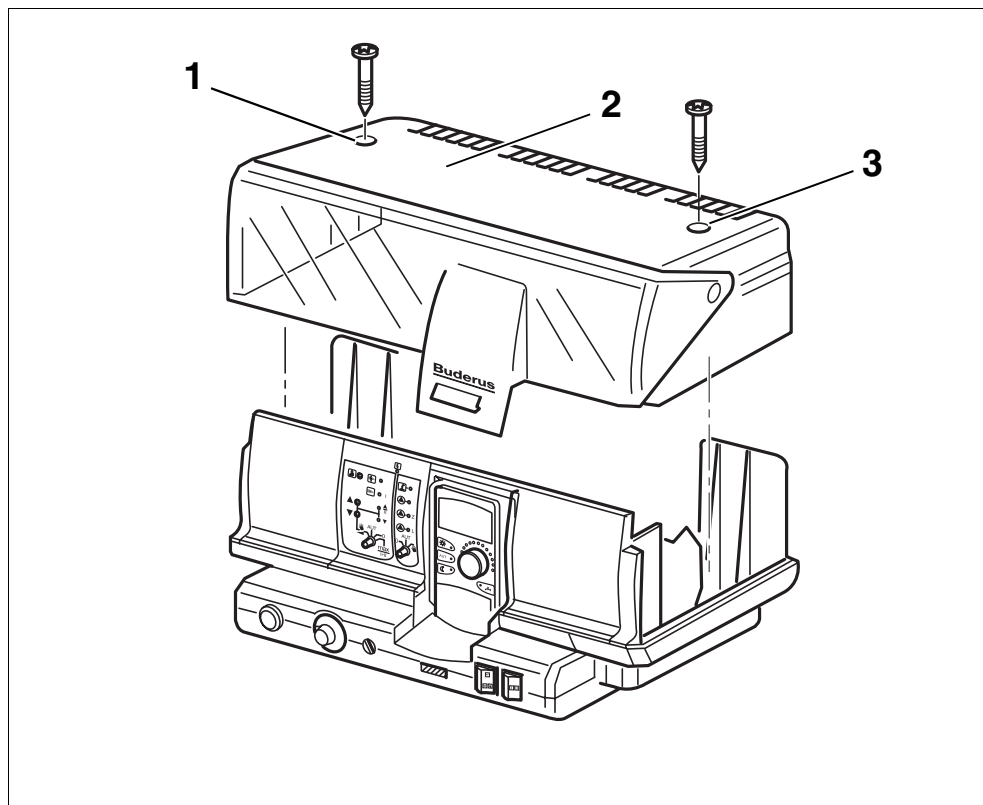

Рис. 13 Демонтаж крышек
- Открутите 2 винта на верхней крышке корпуса (рис. 13, поз. 1 и 3).
- Снимите крышку (рис. 13, поз. 2).